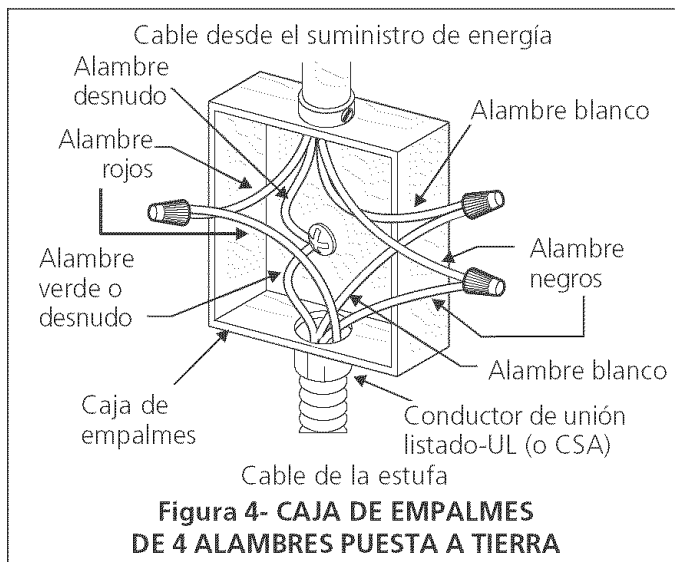

Figura 4- CAJA DE EMPALMES DE 4 ALAMBRES PUESTA A TIERRA
⚠️ ADVERTENCIA No se puede conectar a tierra el horno a través del cable neutral (blanco) si el horno es usado en una instalación de circuito de ramal nuevo (1996 NEC), en una casa rodante, en un vehículo para recreación o si los códigos locales no permiten la conexión a tierra a través del cable neutral (blanco). Si está prohibida la conexión a tierra a través del cable neutral (blanco), se debe usar un cable de alimentación de 4 hilos. Ver la Figura 4. Si no se observa esta advertencia, esto puede resultar en electrocución o en otra lesión personal grave.
Si el horno se usa en una instalación de circuito de ramal nuevo (1996 NEC), en una casa rodante, en un vehículo para recreación o si los códigos locales NO permiten la conexión a tierra a través del cable neutral (blanco) (ver figura 4):
3. En el interruptor automático, caja de fusibles o caja de juntas: conectar el aparato y los cables residenciales como se muestra en la figura 4.